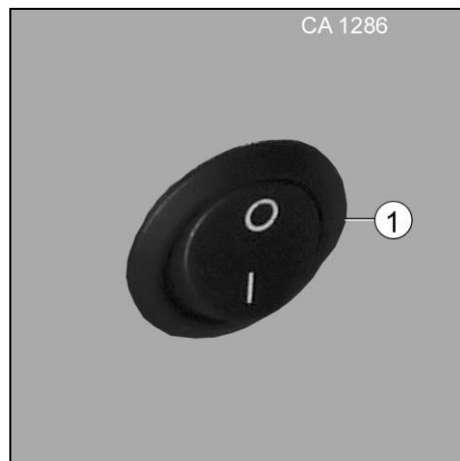

Fig. 107 Éclairage du double plancher
1. Allumer et éteindre l'éclairage du double plancher avec l'interrupteur (Fig. 107/1).